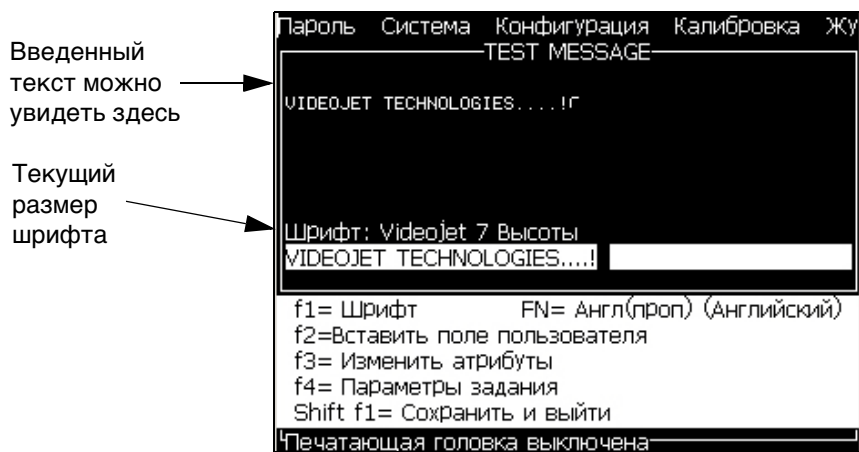

Рисунок 5-5: Создание нового сообщения
- 4 Нажмите кнопку *Enter* (ввод). Появится окно “Message Editor” (редактор сообщений) (смотрите Рисунок 5-5 на странице 5-26).